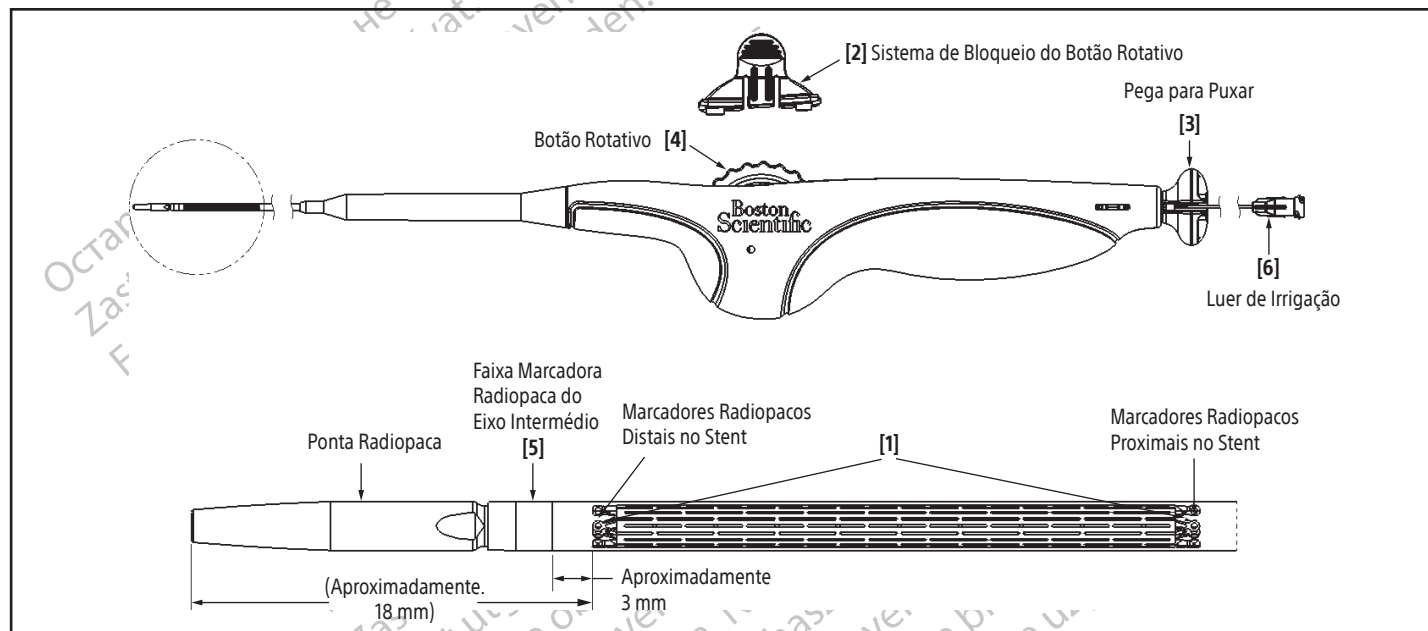

Figura 4. Sistema Introdutor de Stent
7. Ligue uma seringa de 10 ml (10 cc) cheia com solução salina ao Luer de irrigação [6] na pega. Aplique pressão positiva. Continue a irrigar até que a solução salina apareça na extremidade distal do lúmen do fio-guia. Retire o Luer de irrigação [6] (puxando a seringa ou puxando o Luer de irrigação [6]) (Consulte a Figura 4).